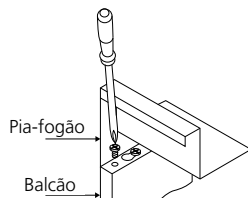

Fig. 16
- Utilizar 2 parafusos de cada lado e mais 1 na parte traseira para bloquear a pia-fogão no móvel (fig. 16).